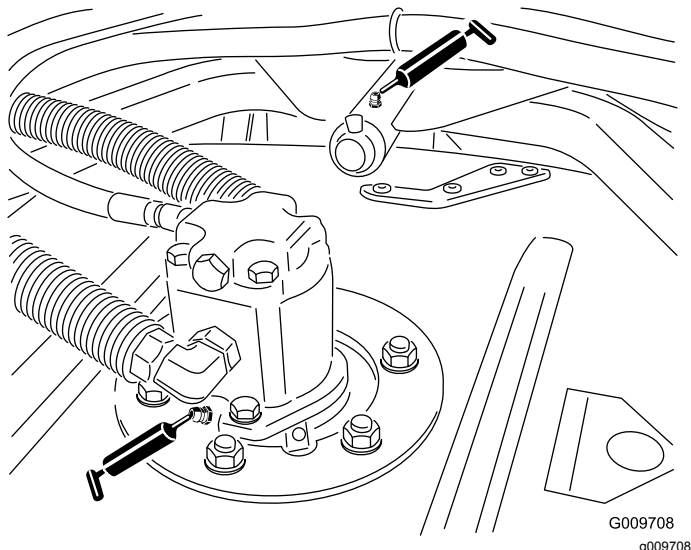

図 62
- 図 62に示す、刈り込みデッキのスピンドルシャフトのベアリングデッキ1台に2ヶ所
- 図 62に示す、刈り込みデッキのキャリアアームのブッシュデッキ1台に1ヶ所